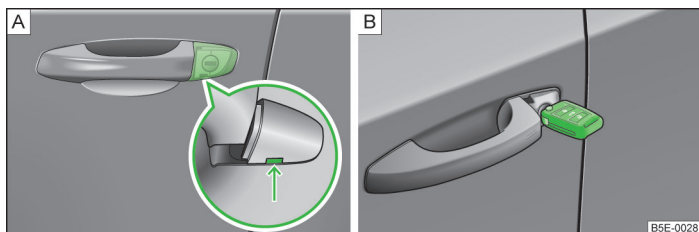

Fig. 209 Mănerul portierei șoferului: butuc de contact acoperit / butucul de contact cu cheie
- Introduceți cheia autovehiculului în fanta de pe partea de jos a măștii în sensul săgeții și rabatați-o în sus » fig. 209 - [A].
- Introduceți cheia autovehiculului (tastele sunt orientate în sus) în butucul de contact și descuiați, respectiv încuiați autovehiculul » fig. 209 - [B].